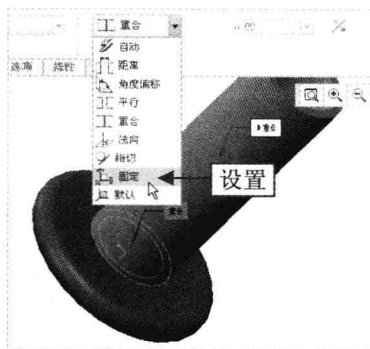

图 11-61 设置约束
Step 05 单击“打开”按钮, 返回“替换”对话框, 单击“确定”按钮, 返回绘图区, 弹出“元件放置”选项卡, 设置约束类型为固定约束, 如图 11-61 所示。